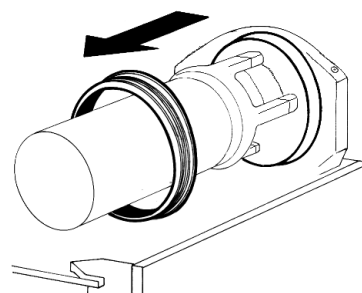

figure 10
**4** Enlever le joint d'étanchéité du réservoir de son siège (voir figure 10).